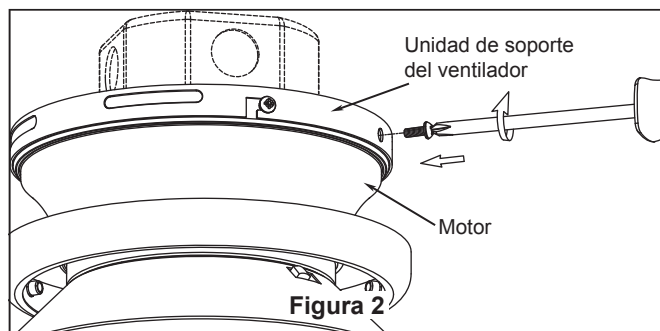

Figura 2
2. Instale la unidad del motor a la unidad de soporte de techo utilizando los tornillos retirados previamente fije con seguridad los tres tornillos. (Figura 2)